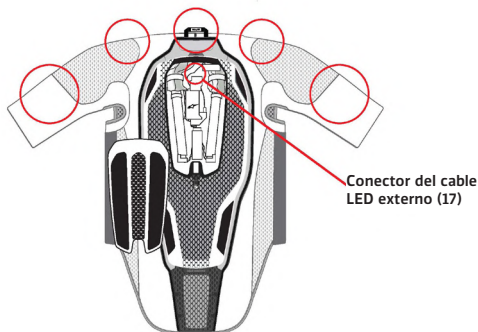

Figura 12: Ubicación de las fijaciones de velcro y del conector de la pantalla LED externa (17)
1. Preparación del Sistema. Retire el Convertidor (3) y asegúrese de que todas las conexiones de Velcro presentes en la Capa Base (1) no tengan colocadas sus cubiertas protectoras. Hay 5 conexiones de Velcro (figura 12): 4 en la zona de los hombros y 1 en la zona del cuello. Si la prenda exterior protectora está equipada con una Pantalla LED Tech-Air® compatible integrada en el interior de la manga, es posible conectar el Sistema a la Pantalla LED Externa utilizando el conector de la Pantalla (17) situado debajo de la cubierta del Protector Dorsal (5) a través de la abertura que se muestra en la figura 12.